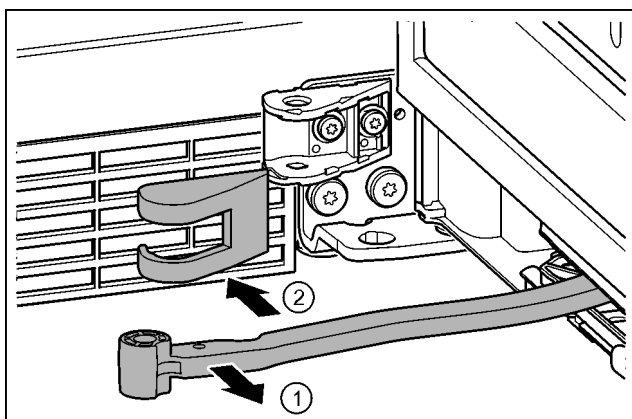

Fig. 16
- Rotiți articulația în direcția ușii. Fig. 16 (1)
- Înlăturați capacul suportului de lagăr. Fig. 16 (2)